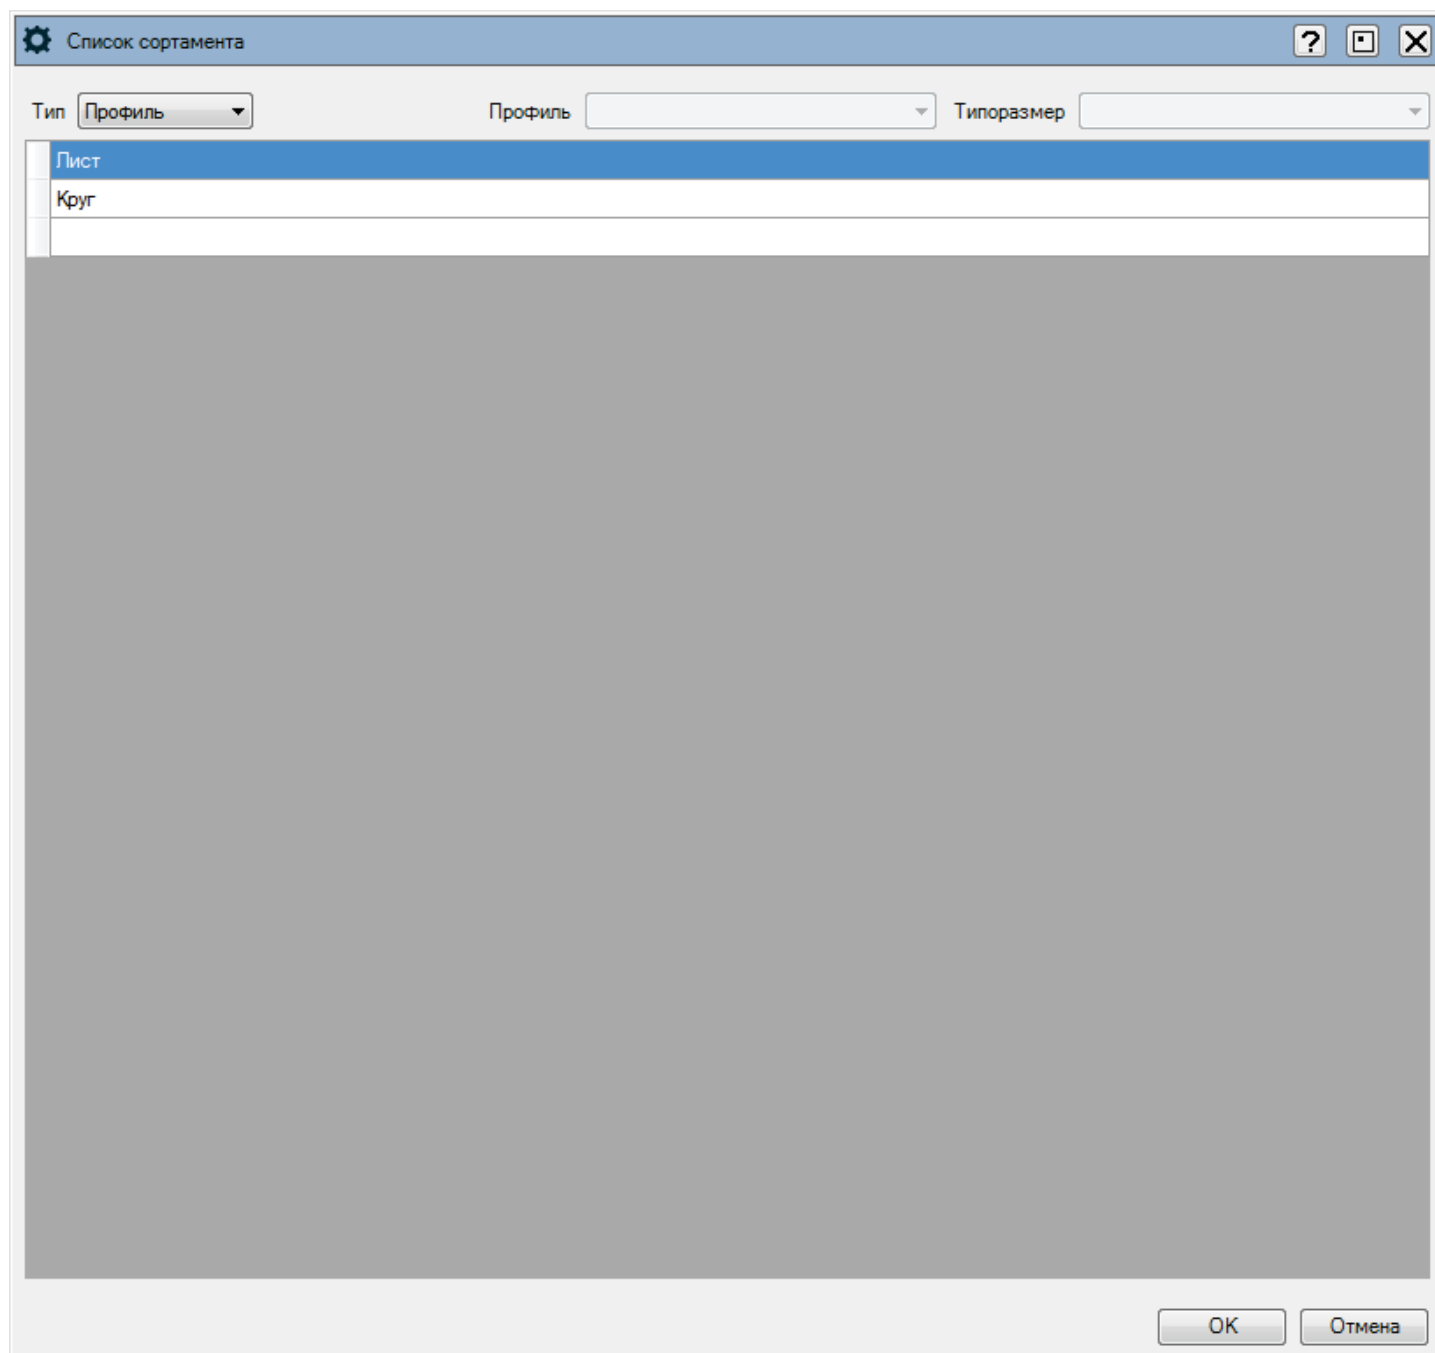

Рис. 87 – Тип списка Профиль
- 1 – тип списка **Профиль** диалогового окна **Список сортамента** (рис. 87);
2. Выберите в выпадающем списке **Тип** значение **Профиль** (см. рис. 87).